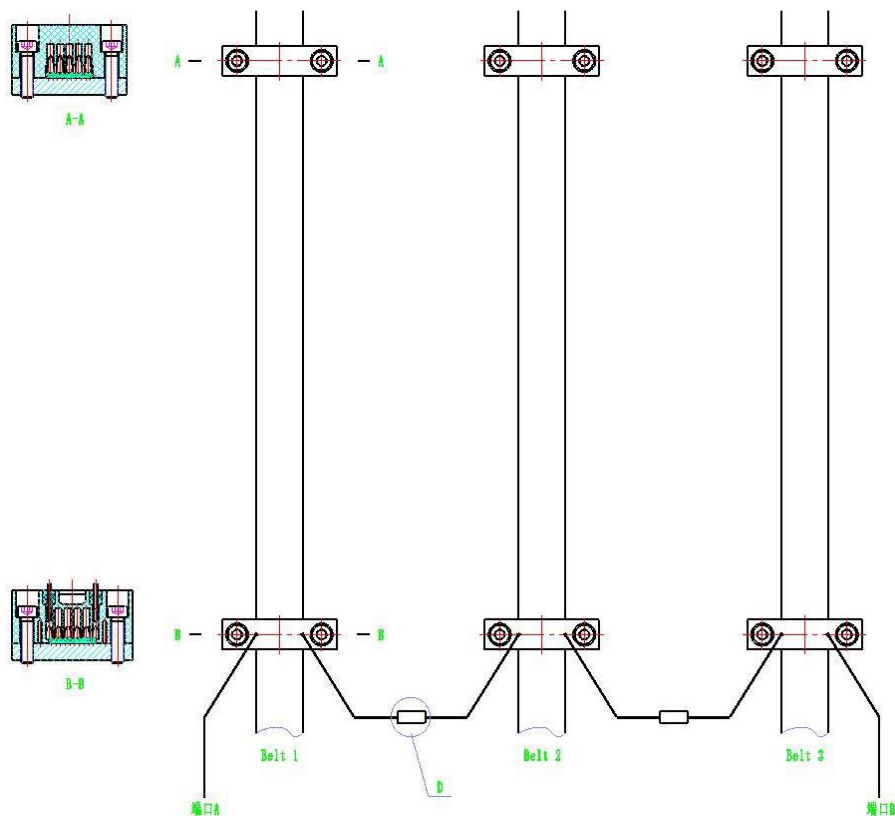

图 19-4 平层装置安装
19.5.2.1 将带有接线测试刀装于限速器绳头组合一侧，并装于钢带两端 A 位置处，且接线串入主机急停开关；如图 19-4；
19.5.3.3 3、4 接入安全回路 (C30d, 与主机急停开关串接), 如图 19-4。